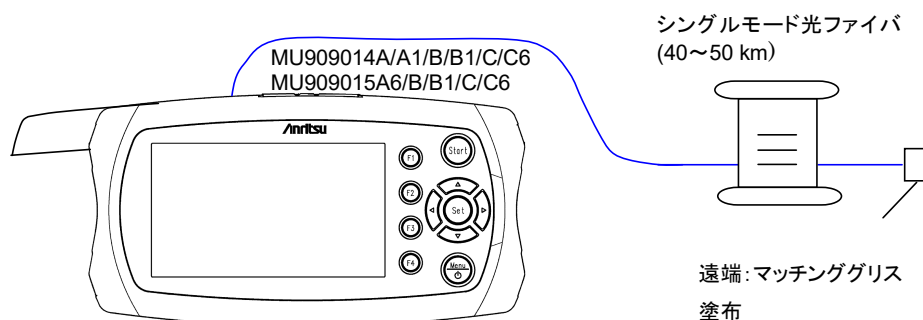

図11.1.6-1 リニアリティ測定の接続図
1. 本器と、測定器を図11.1.6-1のとおりに接続します。